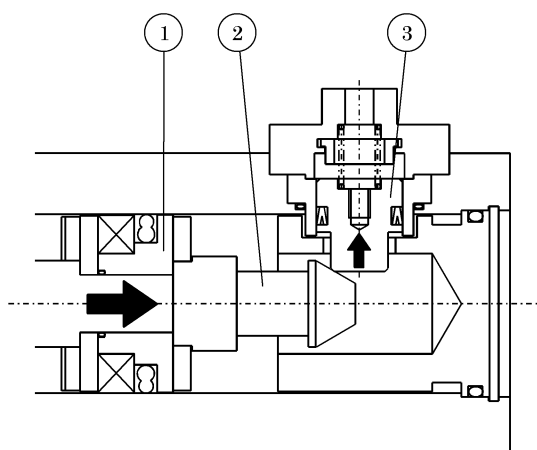

図1
- シリンダのピストン①がストロークエンドに近づくと、ストップピストン③はスリーブ②の斜面にそって押しあげられます。(図1)